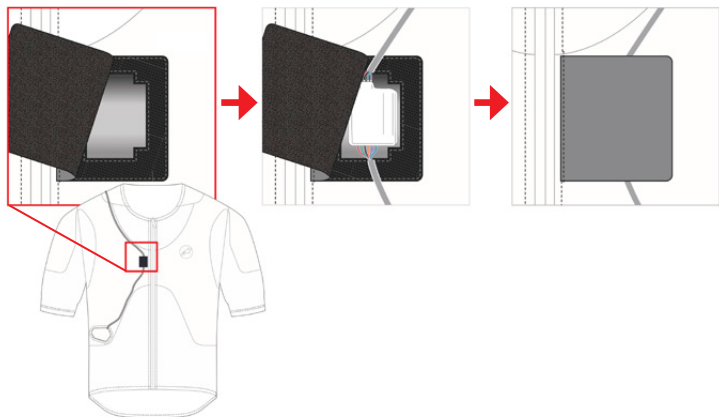

Figura 26: Inserimento del display a LED (3) e della zip di attivazione (2)
1. **Inserire il display a LED (3) e la zip di attivazione (2)** - Reinserire il display a LED (3) dentro alla fessura dell'involucro e rimettere la zip di attivazione (2) dentro la tasca, facendo attenzione a posizionare la zip di attivazione (2) correttamente dentro il suo involucro e assicurandosi di chiudere bene la chiusura a strappo come mostrato nella Figura 26.